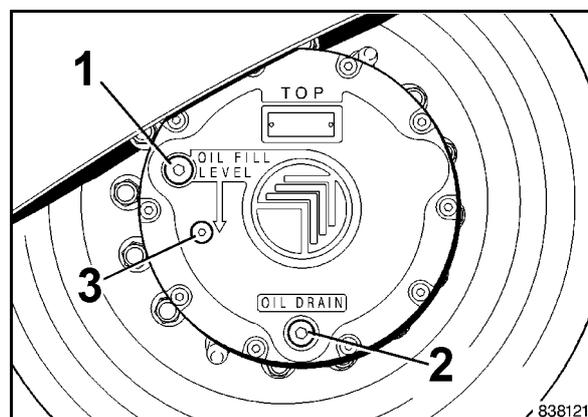

Fig. 214
- Spostare la ruota motrice in modo tale che il tappo di scarico dell'olio 2 (Fig. 214) si trovi nel punto più basso.
- Svitare il tappo di scarico (2), il tappo di riempimento (1) e il tappo di controllo (3) e pulirli.
- Riavvitare il tappo di scarico (2).
- Rabboccare olio attraverso il foro di riempimento (1) fino a che il livello raggiungerà il bordo inferiore del foro di controllo (3).